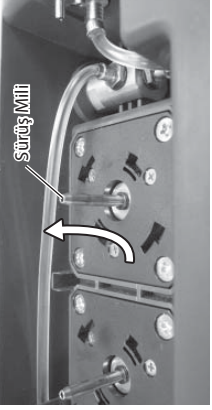

Fig.37
- Sürüş milini alttan üste doğru siliniz. (Fig.37)